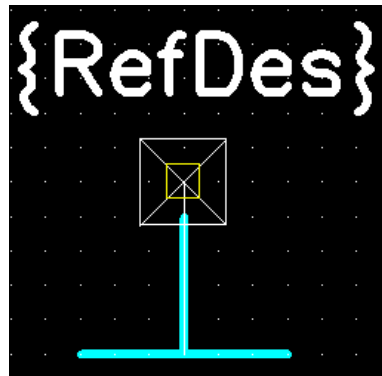

Рисунок 2.32 – Символ «земля»
1. Создадим символ «земля» (рис. 2.32). Шаг сетки на рис. 2.17 – 1.000 мм. На схеме RefDes необходимо сделать невидимым, при выборе атрибута 2 клика мыши на флажок Visible.